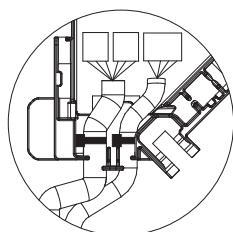

Fig. 6-16
- i-See sensörünü sabitleyen bantın ve sinyal alıcı bağlantı kablosunun konektör kutusu içine konumlandığından emin olun. (Fig. 6-16)